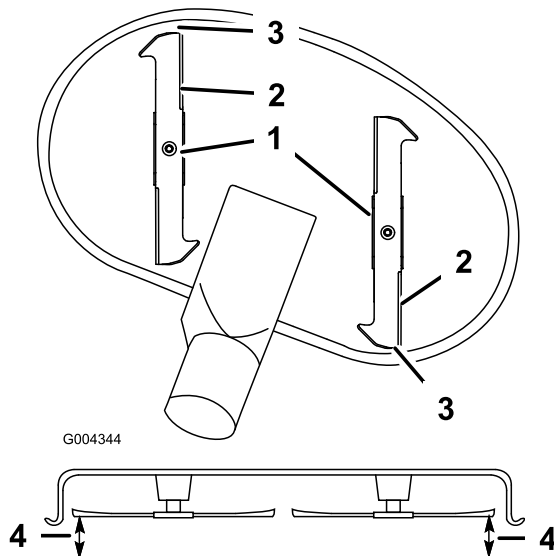

Bild 56
9. Stellen Sie die Schnitthöhe auf die Stellung **D** (76 mm) und drehen Sie die Messer vorsichtig, sodass sie nach vorne und hinten zeigen (Bild 56).
10. Messen Sie zwischen der Messerspitze vorne und hinten und der ebenen Fläche (Bild 56). Stellen Sie, wenn die vordere Schnittemesserspitze nicht um 1,6 bis 7,9 mm tiefer liegt als die hintere, die vorderen Sicherungsmuttern ein.